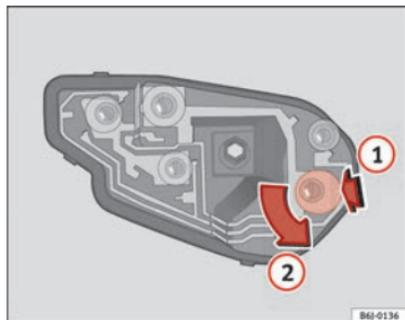

Abb. 154 Glühlampenersatz Rückleuchten
- Nach dem Abnehmen des Lampenträgers nach unten in Richtung des Pfeils (1) drücken und gleichzeitig in Richtung des Pfeils (2) ⇒ Abb. 154 drehen. ■